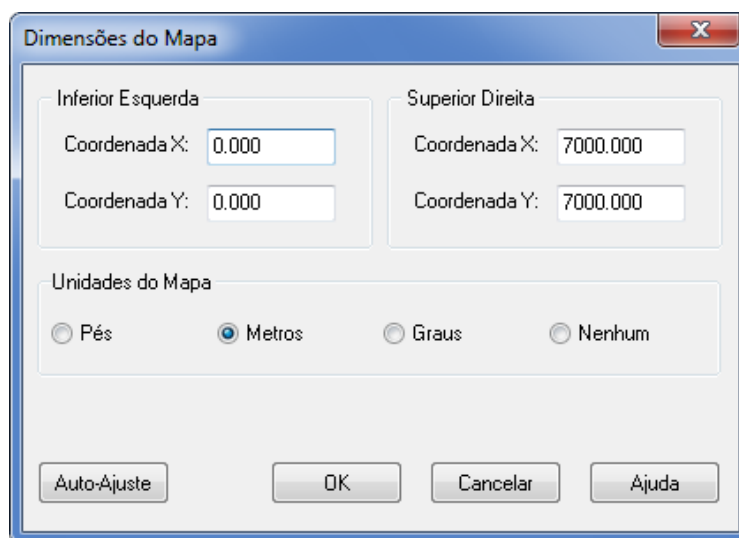

Figura 7.2 - Dimensões do mapa
2. Introduzir as coordenadas para a esquina inferior esquerda e superior direita do mapa, dentro do formulário de Dimensões do Mapa (ver Figura 7.2), ou clicar o botão **Auto-Comprimento** para que o SWMM calcule automaticamente as dimensões com base nas coordenadas dos objetos incluídos no mapa.